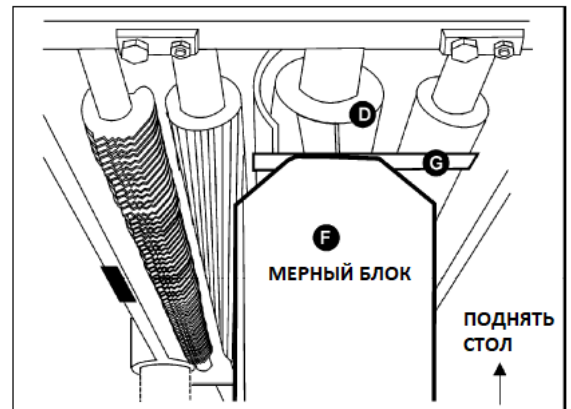

Рис. 26
3. Установите мерный блок (F, см. Рис. 26) на столе непосредственно под строгальным валом (D, см. Рис. 26).
4. Используя щуп толщиной 0,81 мм (G, см. Рис.26), расположенный в верхней части мерного блока, поднимайте рабочий стол, пока нож не коснется вершины измерительного блока, когда нож находится в самом нижнем положении. Больше не изменяйте положение рабочего стола, пока не отрегулируете ролик разгрузки.